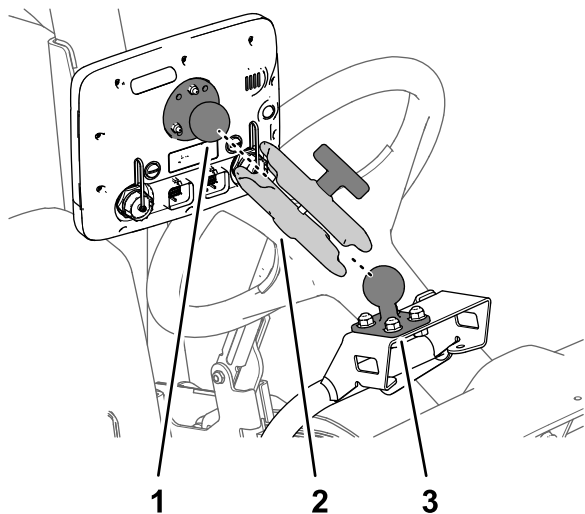

Figura 165
3. Montate il raccordo a sfera del monitor e il supporto a sfera della macchina sul braccio del monitor (Figura 165).
4. Regolate il monitor in modo che sia visualizzabile dalla posizione dell'operatore della macchina e serrate la manopola del braccio del monitor manualmente (Figura 165).